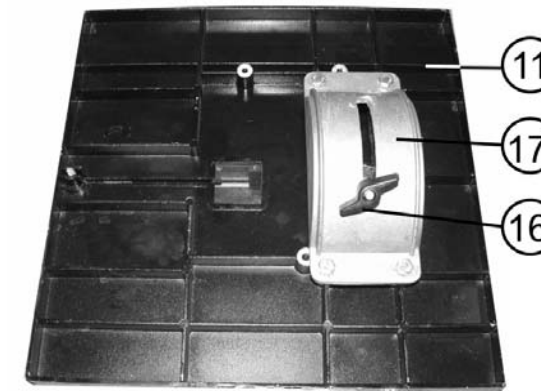

Рис.4
10.1. Установка рабочего стола (Рис.4, 5)